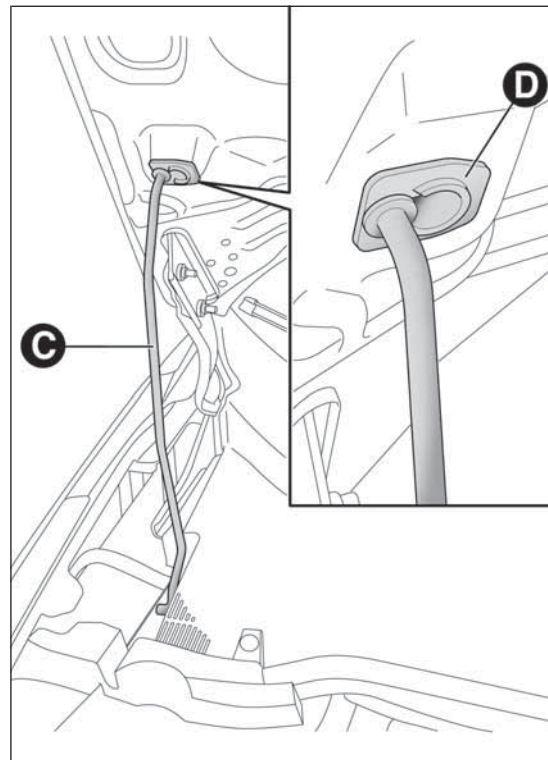

fig. 69
- ☐ abrir el capó y, al mismo tiempo, separar la varilla de sujeción C fig. 69 de su dispositivo de bloqueo; a continuación, introducir el extremo en el alojamiento D, asegurándose de que la varilla encaje en el orificio más pequeño de la horquilla de sujeción.
- ❑ mantener levantado el capó con una mano y con la otra retirar la varilla C fig. 69 del alojamiento D y volver a introducirla en su dispositivo de bloqueo;